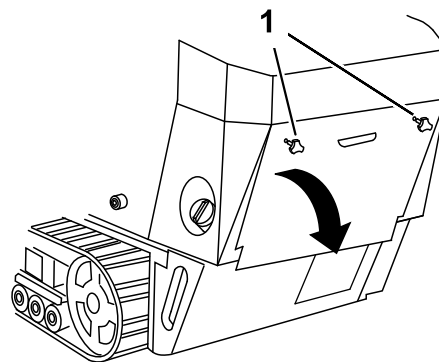

図 26
1. 後アクセスカバーを機体に固定しているハンドノブ2個を外す 図 26
2. 後アクセスカバーを下に開くと内部にアクセスできるようになる 図 26。